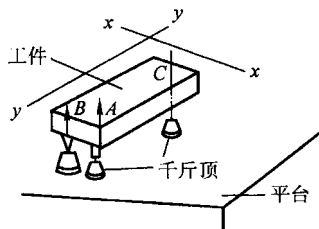

图 1-26 工件的支撑
- 1) 将工件放在平台上, 并用 3 个千斤顶支撑, 如图 1-26 所示。
- 4) 将测头移至 B 点, 调整 B 点处的千斤顶高度, 使此处百分表的长针与刻度零线重合, 即工件被测面沿 $x-x$ 方向成水平, 如图 1-26 所示。